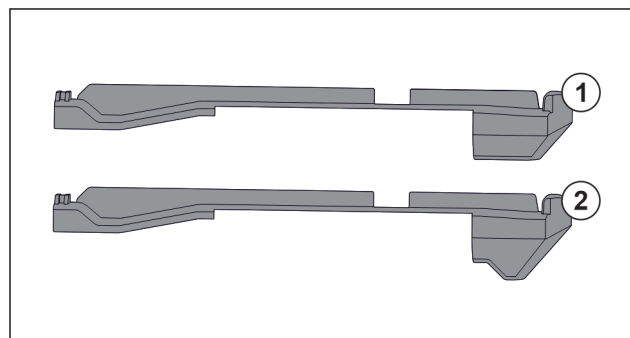

Fig. 141 Сравнение вставных частей
В устройстве находятся две разные вставные части. Вставная часть над самым нижним выдвижным ящиком Fig. 141 (2) имеет треугольную кромку. Все прочие вставные части Fig. 141 (1) имеют прямую кромку.
- Установите вставную часть Fig. 141 (2) с треугольной кромкой над самым нижним выдвижным ящиком.
- Установите вставную часть Fig. 141 (1) с прямой кромкой на все прочие места.